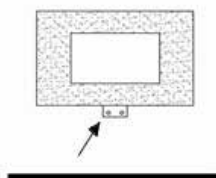

Fig. 5
- Marque a posição dos 2 furos inferiores para o suporte inferior pequeno/curto (consultar Fig. 5, marcada com a seta), retire o aquecedor.